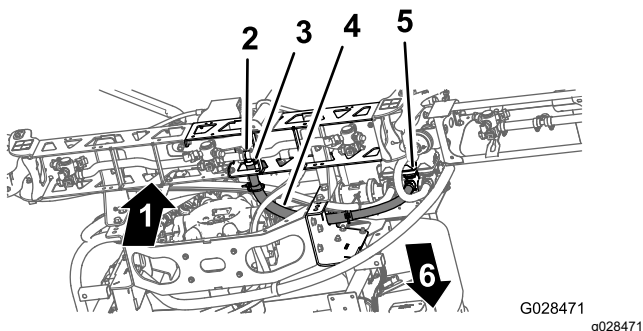

Figura 44
1. Pozai furtunurile din seciunea centrală a braului aa cum se indică în Figura 44.
2. Instalezi furtunul din seciunea braului peste fittingul în T inelat de la seciunea centrală a braului și fixai furtunul cu un colier de furtun (Figura 44).